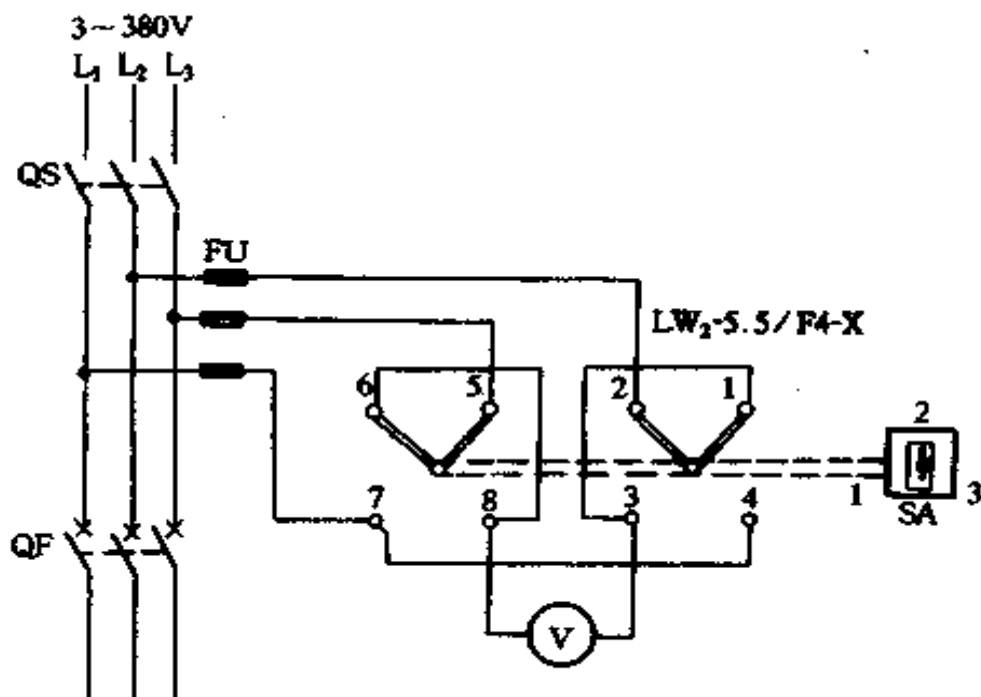

图 2-1 测量三相线电压的接线原理图
(1) 试画出接线图。用一只 LW2-5.5/F4-X 型转换开关和一只电压表测量三相电压的接线原理图,如图 2-1 所示。
(2) 如何按图进行实际接线?